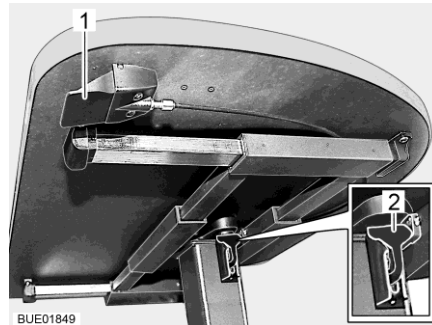

Bild 54 Hubtisch mit Entriegelungstaste
- Verriegelungshebel (Bild 54,2) nach unten ziehen oder drücken.
- Verriegelungshebel (Bild 54,2) nach oben drücken.
- Entriegelungstaste (Bild 54,1) drücken und gedrückt halten. Die Tischplatte fährt selbsttätig bis zum Endanschlag nach oben.
- Entriegelungstaste (Bild 54,1) loslassen. Die Tischplatte bleibt in der gewählten Position stehen.
- Entriegelungstaste (Bild 54,1) drücken und gedrückt halten.
- Entriegelungstaste (Bild 54,1) loslassen. Die Tischplatte bleibt in der untersten Position stehen.